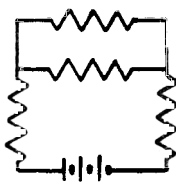

Fig. 8 - Circuiti semplici.
b) Vi sono tre tipi generali di circuiti elettrici conosciuti, quali: *circuito serie*, *circuito parallelo* e *circuito serie-parallelo*, in dipendenza della disposizione delle parti (vedere fig. 8). Una